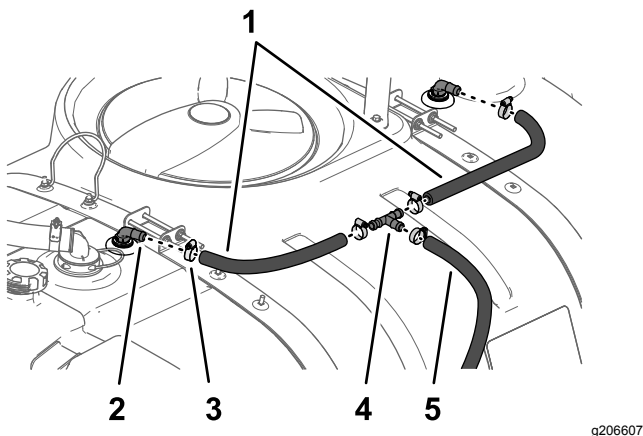

Figura 27
1. Monte os dois tubos de 1,9 x 61 cm e duas abraçadeiras de tubos em cada união de 90° com nos conjuntos dos bicos de lavagem e aperte as abraçadeiras à mão (**Figura 27**).
2. Monte, sem apertar, a outra extremidade dos tubos de 1,9 x 61 cm na união em T com duas abraçadeiras como se mostra na **Figura 27**.
3. Monte os tubos de 1,9 x 180 cm e uma abraçadeira de tubos na união em T como se mostra na **Figura 27**.
1. Monte o tubo 43,3 cm na parte inferior do depósito de lavagem na união reta estriada interior da bomba do depósito de lavagem com uma abraçadeira de tubos e aperte a abraçadeira à mão (**Figura 27**).